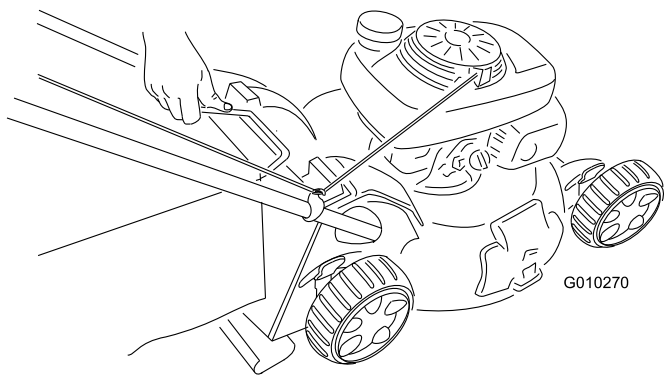

Figura 33
2. Sollevate la maniglia del cesto di raccolta estraendola dalle scanalature presenti sulla parte superiore della macchina e staccare il cesto dalla macchina stessa (Figura 33).